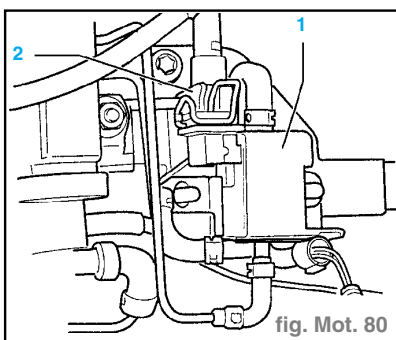

fig. Mot. 80
- Débrancher la fiche (2) de l'électrovanne de limitation de pression de suralimentation (N75) (1) (fig. Mot. 80).